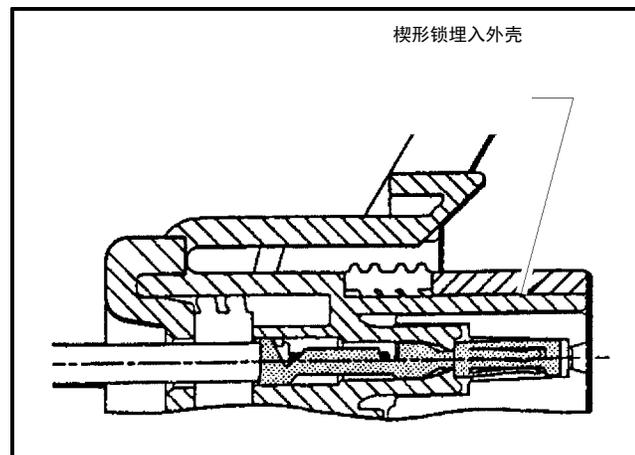

图 7-9. 插头座 (第 4 个, 共 4 个)
4. 将楔形锁滑入外壳，直至其埋入外壳（参见图 7-9. 插头座（第 4 个，共 4 个））。